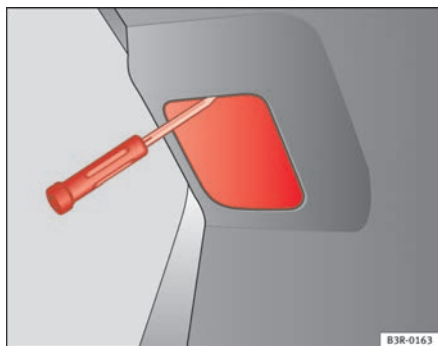

Abb. 215 Abdeckung in der Heckklappe entfernen
- Stecken Sie den Schraubendreher von oben in die Aussparung der Abdeckung ⇒ Abb. 215 und heben Sie die Abdeckung heraus.